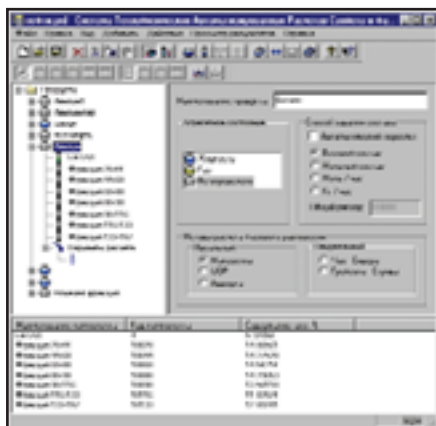

Рис. 1
- возможен автоматический пересчет составов из одних единиц измерения в другие (рис. 1);
Программа имеет удобный пользовательский интерфейс, построенный в том же стиле, что и в других программах технологических расчетов НТП "Трубопровод", что дополнительно упрощает освоение программ. На рис. 1 представлено основное диалоговое окно программы, в котором пользователь задает агрегатное состояние продукта, способ задания состава, метод расчета фазового равновесия.
Результаты работы отражаются в окне списка (рис. 1) отдельно для жидкой и газовой фаз и выводятся на экран с помощью пиктограмм на панели результатов расчета. Используя пиктограммы на этой же панели, результаты расчета можно просмотреть и в выходных документах. В этом случае вступает в работу встроенный в программу СТАРС генератор отчетов List&Label. С его помощью можно сохранить отчет в специальном файле List&Label с расширением .LL. Пользователь может сохранить отчет и как RTF-файл для последующего включения в документы (например, в формате MS Word), а также настроить формат отчета (добавить штамп и эмблему фирмы